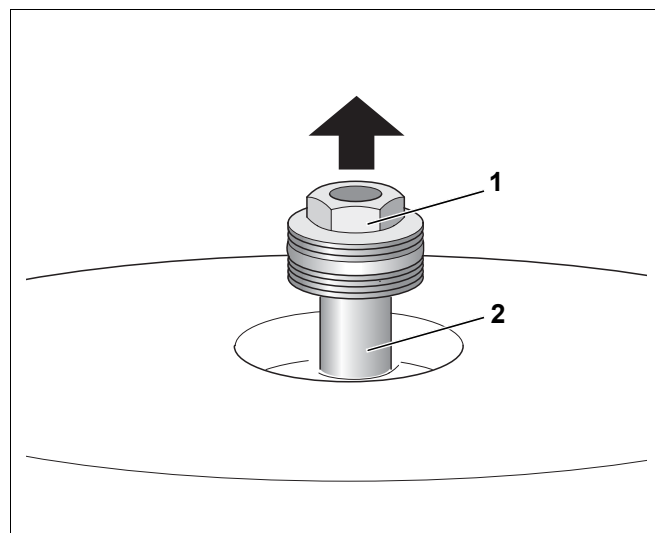

Рис. 12 Замена магниевого анода
- Отвернуть шестигранник (рис. 12, **поз. 1**) магниевого анода накладным гаечным ключом SW 32.
- Вывернуть анод (рис. 12, **поз. 2**).
- Если магниевый анод изношен, установка нового производится так, как показано на рис. 12.